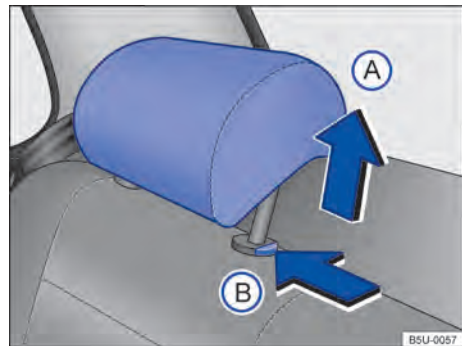

Fig. 61 Apoyacabezas trasero: ajustar.
- Empuje el apoyacabezas hacia arriba en el sentido de la flecha → **fig. 61 (A)** o con la tecla → **fig. 61 (B)** pulsada, empuje hacia abajo → **▲** en *Introducción al tema* de la pág. 72.